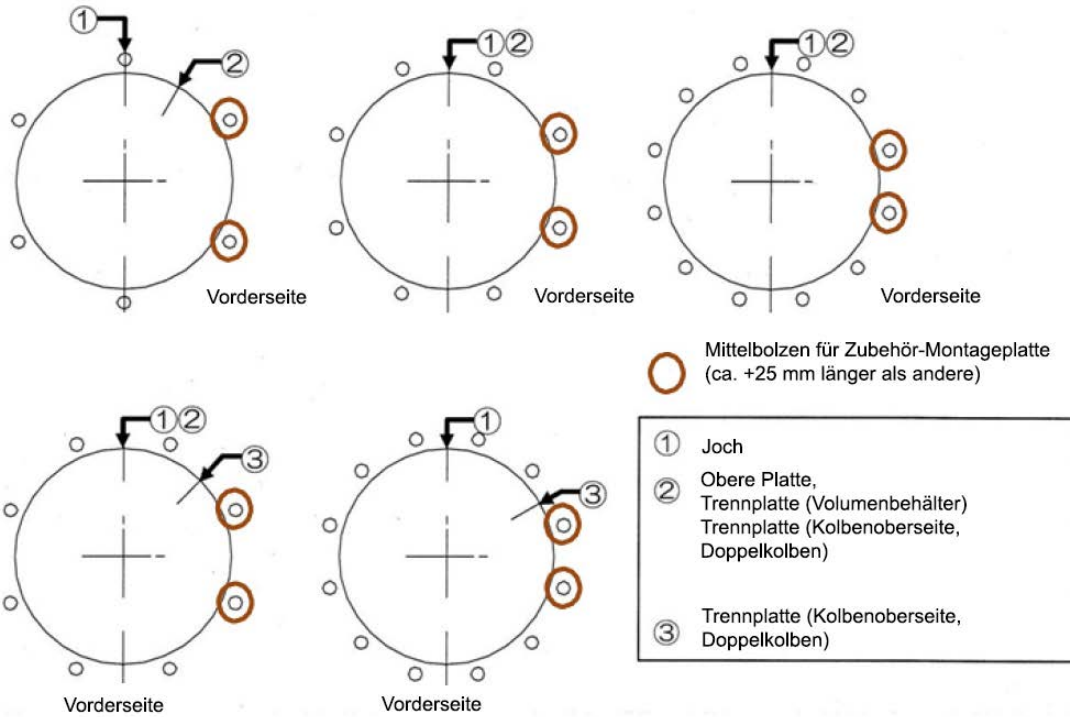

Abbildung 17 – Positionierung der Mittelbolzen
10. Ersetzen Sie den Stangenabstreifer (34) durch einen neuen. Bringen Sie auf den Stangenabstreifer Silikonfett (oder gleichwertig) auf.
11. Montieren Sie die Federeinheit, das Federrohr (7), die Trennplatte (13) und die Kolbenbaugruppe (15) wieder.
12. Ersetzen Sie den O-Ring (21) an der oberen Platte (17) sowie den O-Ring (21) und den Führungsring (16) an der Kolbenplatten-Baugruppe (15) durch neue Teile. Bringen Sie auf den O-Ringe und den Führungsring Silikonfett (oder gleichwertig) auf.
13. Setzen Sie das Zylinderrohr (14) und die obere Platte (17) nur mit axialer Bewegung wieder ein. Bringen Sie auf die Innenfläche des Zylinderrohrs Silikonfett auf.
14. Stellen Sie sicher, dass die Positionen der Luftanschlüsse korrekt sind. Setzen Sie die Mittelbolzen in die Bohrungen der oberen Platte und des Jochs ein. Montieren Sie die Federringe und Muttern und ziehen Sie diese von Hand leicht an. Montieren Sie die Federringe und Muttern von Hand an der Unterseite des Jochs. Stellen Sie sicher, dass die Position der Mittelbolzen (ca. +25 mm länger als andere) für die Zubehör-Montageplatte, falls vorhanden, der Abbildung 17 entspricht.